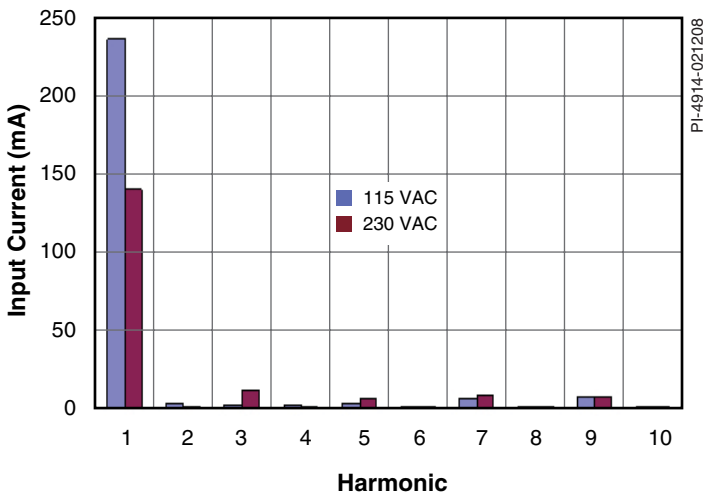

图2. 115 VAC和230 VAC下测得的谐波含量
- 符合IEC 61000-3-2中对级别C设备规定的谐波含量限制 (参见图2)